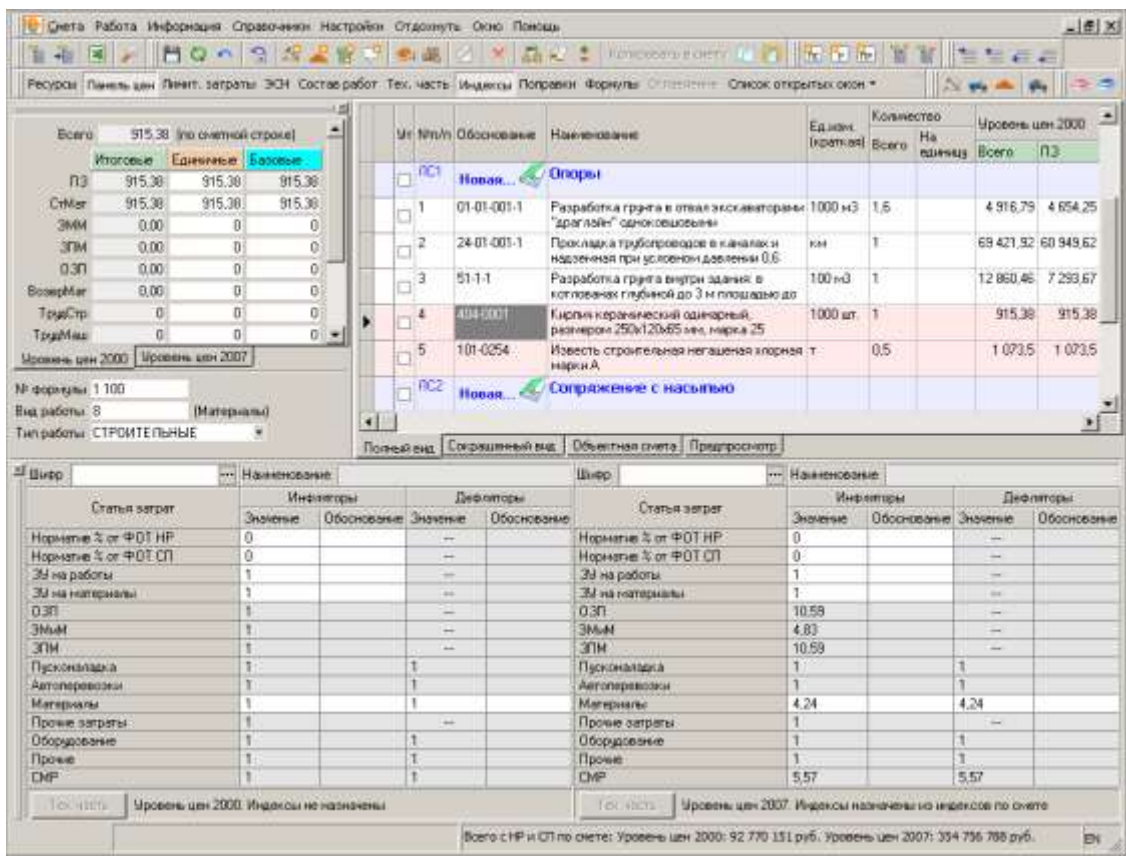

Рис. 10.
- **Для материалов** – только при добавлении в локальную смету “Опоры” - автоматически, при условии, что материалы из 404 сборника и относятся к строительным или прочим работам. На все остальные материалы индексы назначаться не будут (см. рис. 10 - 12);